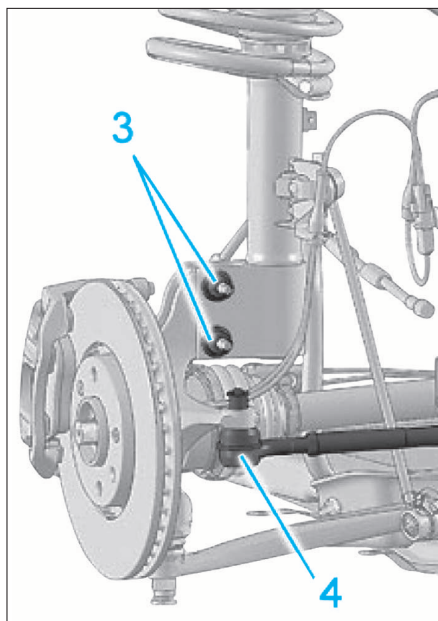

FIG. 2
- la goupille (1)
- la cage en tôle (2)
- Désaccoupler la rotule de direction (4) (Fig.2).
- Déposer les 2 écrous (3).